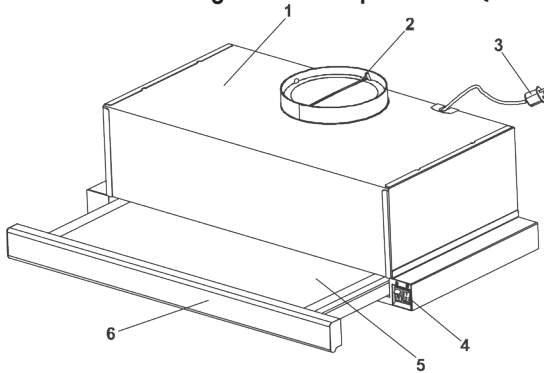
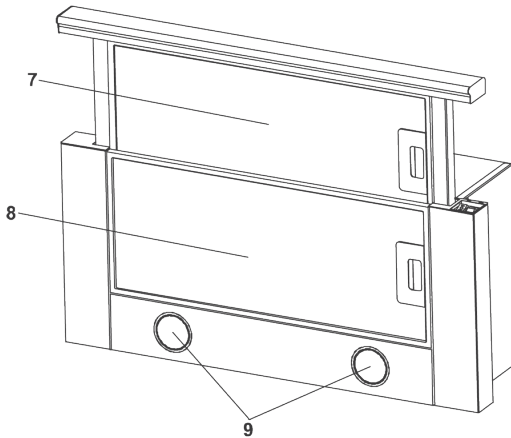

Abb. 3
Abb. 3.1
5.4 Die Haube besteht aus folgenden Komponenten (Abb. 3/Abb. 3.1):